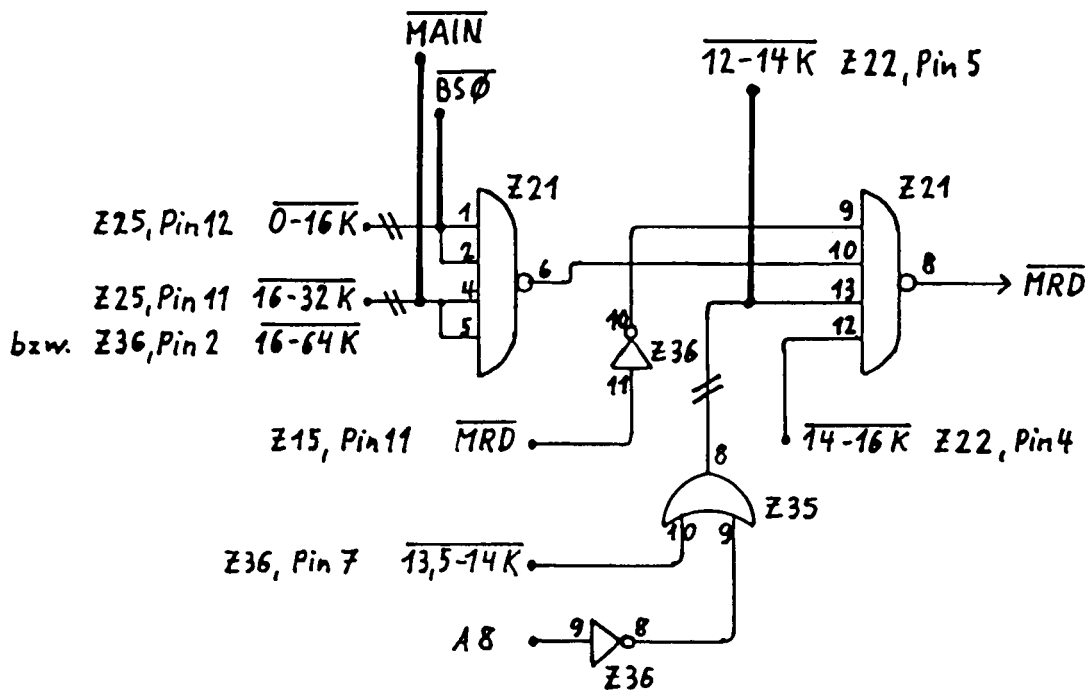

Abb.11 Ausblenden des Speicherbereiches 3700 H - 37FF H im Sonder-ROM über die Freigabe des Speicherlesetreibers (im Service Manual nicht dokumentiert)
4) Das Ausblenden des Bereiches 3700 H bis 37FFH erfolgt nicht durch die OE -Freigabe sondern durch die Freigabe der Speicherlesetreiber. Dies wird durch eine im Schaltplan des Service Manuals nicht dokumentierte Schaltung (Abb. 11) erreicht.